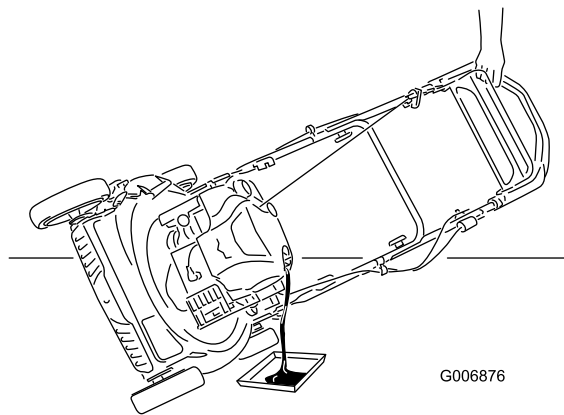

Рисунок 27
3. Для слива отработанного масла через маслозаливной патрубок переверните газонокосилку набок воздушным фильтром вверх (Рисунок 27).